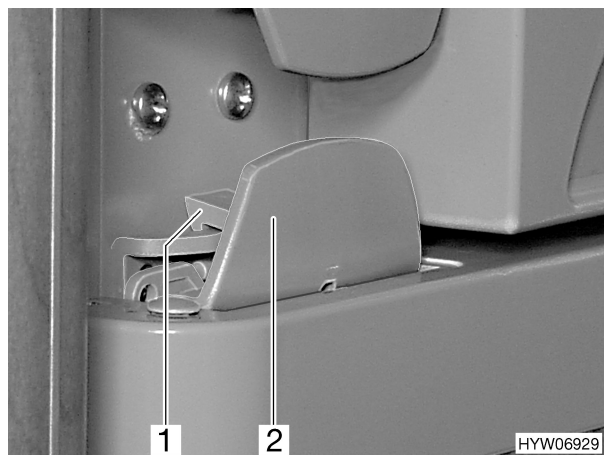

Bild 120 Verriegelung der Kühlschranktür, geschlossen (Variante 3)
- Kühlschranktür am Griff (Bild 120,2) öffnen. Die Verriegelung (Bild 120,1) wird automatisch gelöst.